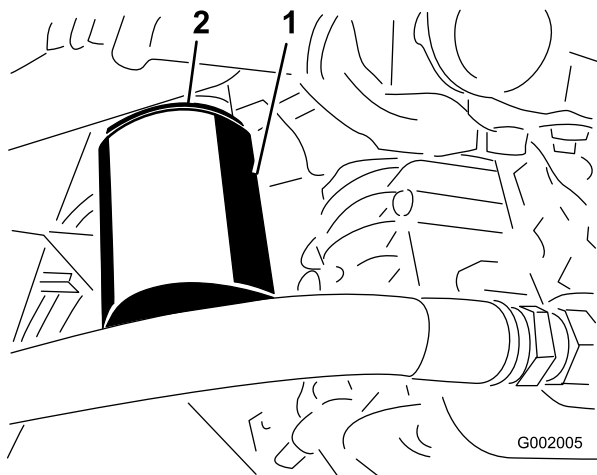

Figura 69
4. Retire el filtro (Figura 69).